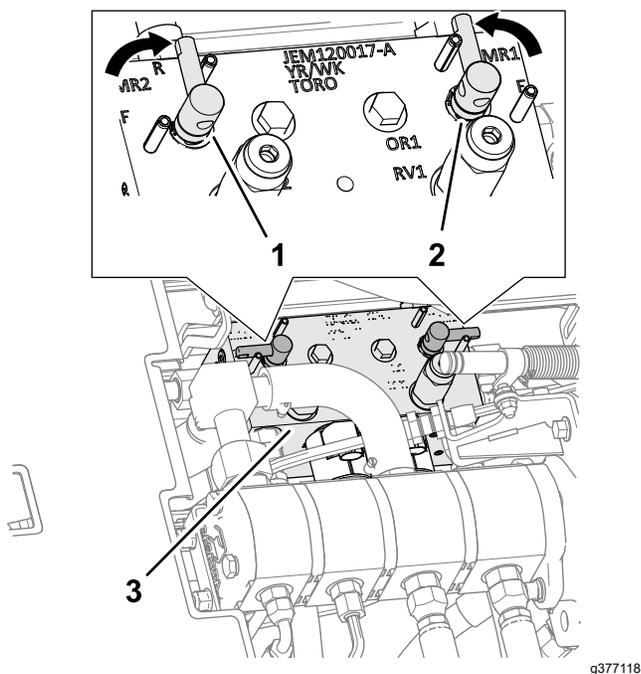

Рисунок 106
4. Разблокируйте и поднимите сиденье для доступа к коллектору газонокосилки (Рисунок 106).
5. Установите рычаги заточки обратным вращением в положение R (заточка) (Рисунок 106).